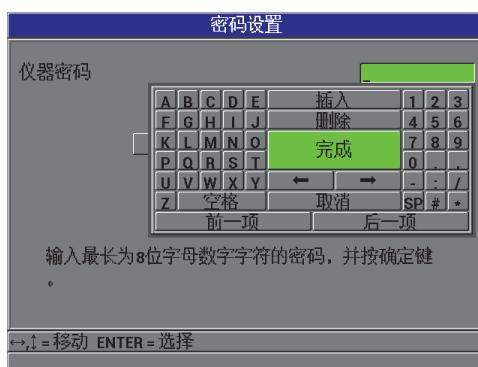

图 5-10 密码设置屏幕
2. 在密码设置屏幕中 (参见第 93 页的图 5-10), 可在仪器密码栏区中, 输入最多包含 8 个字母数字字符的密码。